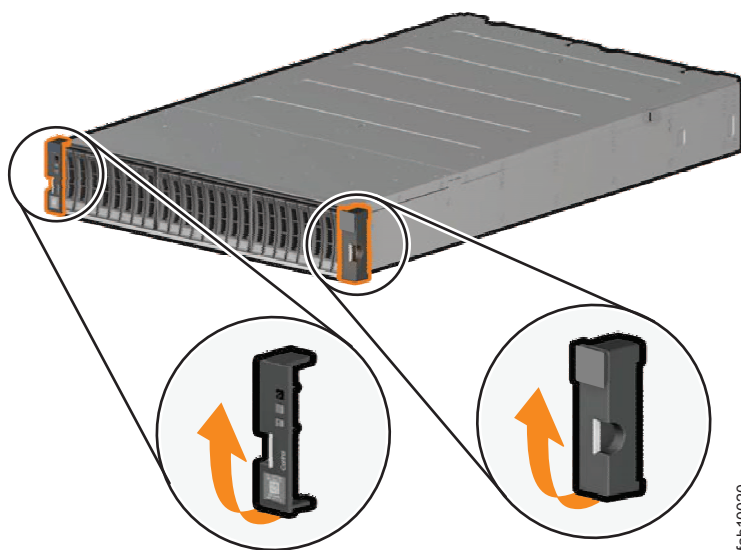

图 40. 卸下机柜端盖
1. 在驱动器组合件的任意一侧，握住手柄并拉动端盖底部直至脱离，然后对齐机柜顶部的卡口，从而卸下机柜。（请参阅图 40。）